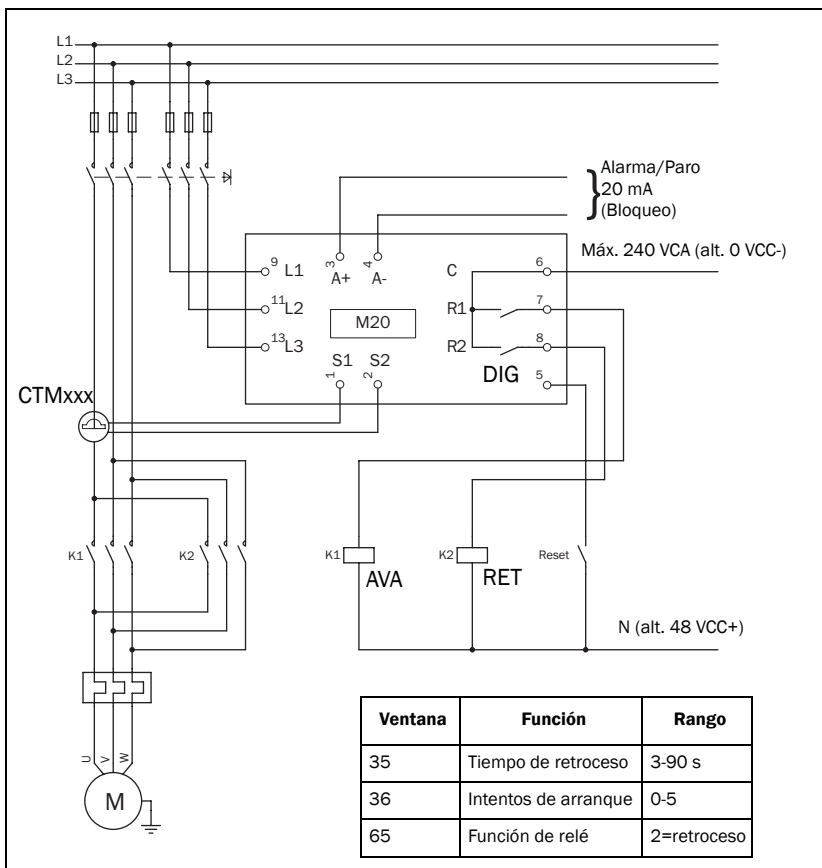

Figura 15 Ejemplo de conexión con arranque de motor para avance y retroceso (contactor).
**NOTA: Para conseguir el resultado anterior, es necesario instalar un arranque de motor para avance y retroceso. Consulte la Figura 15 Ejemplo de conexión con arranque de motor para avance y retroceso (contactor).**
**NOTA:** En la Figura 15, R1 y R2 (K1 y K2) no se deben alimentar/activar simultáneamente, porque se produciría un cortocircuito. Por tanto, es importante ajustar la ventana 65 en 2 antes de conectar los relés a los contactores.